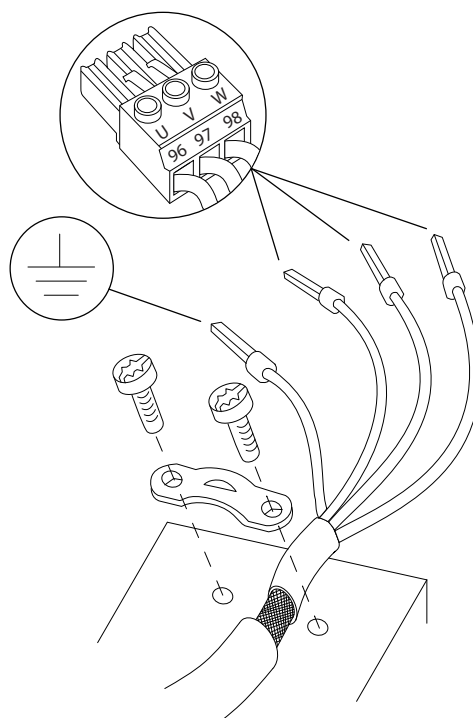

Bild 6.14 Motoranslutning
4. Anslut trefas motorkablarna till plint 96 (U), 97 (V) och 98 (W), se *Bild 6.14*.